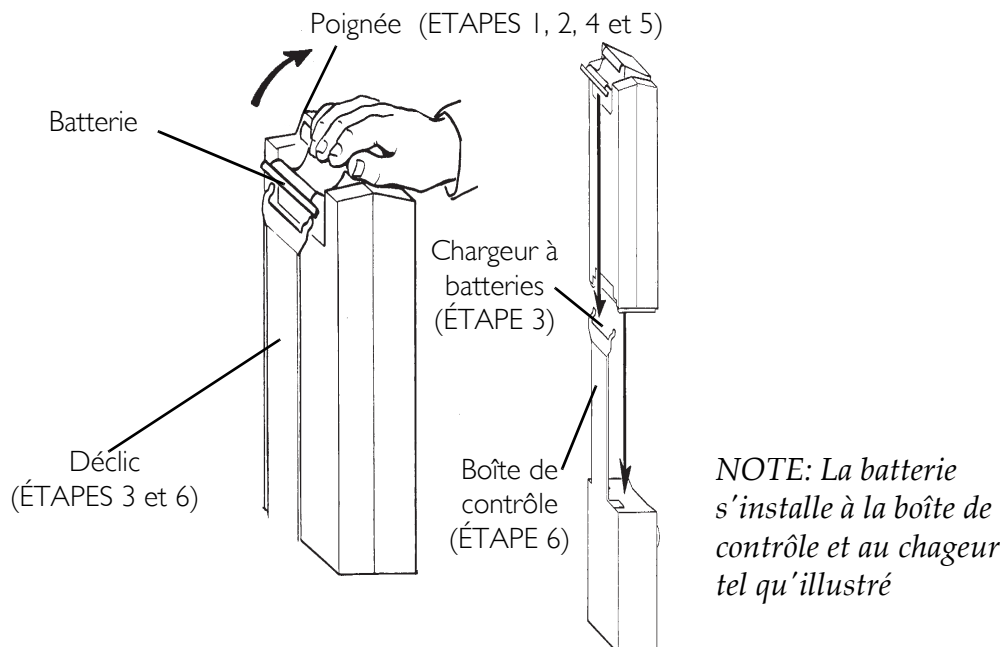

FIGURE 3.10 Charger les Batteries
NOTE: Pour cette procédure, se référer à la FIGURE 3.10.
S'assurer d'entendre le déclic qui confirme que la batterie est correctement installée, sans quoi des blessures ou des dommages peuvent survenir. Se référer à FIGURE 3.10 pour un montage adéquat.
3. Placer la batterie sur le chargeur à batterie tel qu'illustré à la FIGURE 3.10. S'assurer de bien entendre le déclic.
6. Réinstaller la batterie sur la boîte de contrôle tel qu'illustré à la FIGURE 3.10. S'assurer d'entendre le déclic.